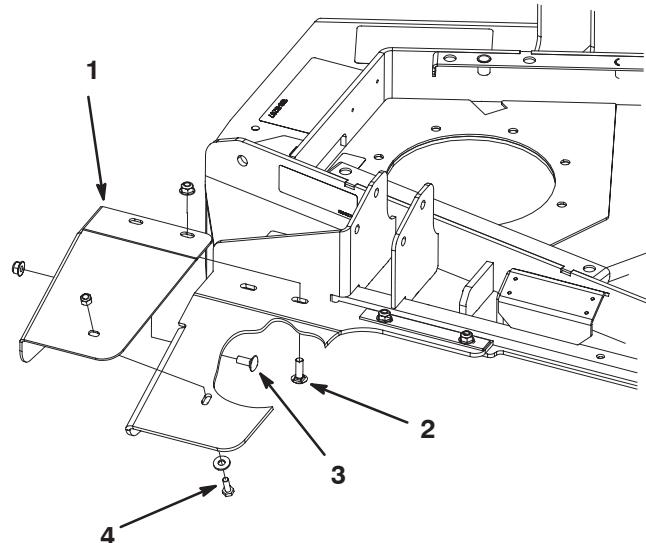

Figura 2
- Monte el protector de pie provisionalmente al deflector de caucho usando los herrajes y las ubicaciones que se detallan a continuación. Posicione los herrajes según muestra la figura 2.